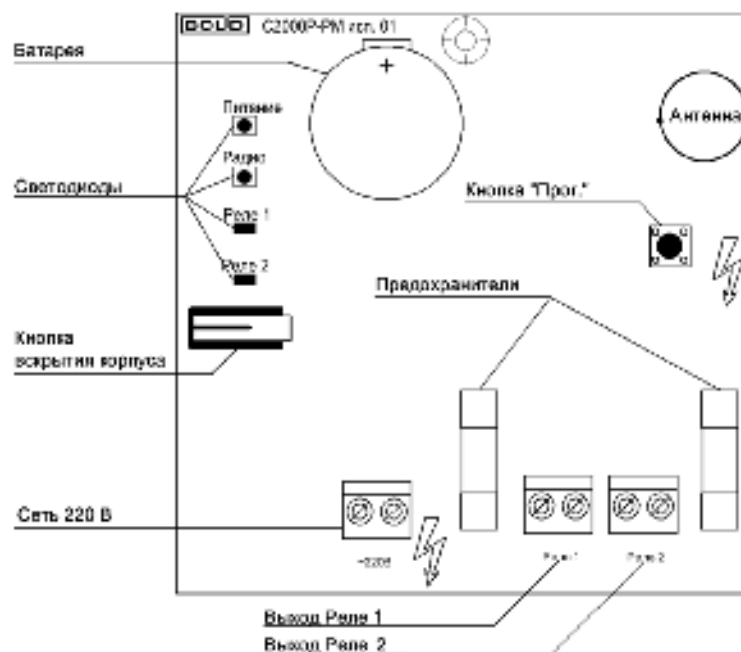

Рисунок 2.2 Расположение элементов на плате
- Нажать кнопку «Прог.» на плате модуля (см. Рисунок 2.2) на время более 3 секунд.
Тест качества связи запускается посредством короткого нажатия на кнопку «Прог.» на плате прибора (см. Рисунок 2.2). Запуск процедуры может занимать до 2 секунд, при этом прибор осуществляет анализ радиоэфира и регистрацию на оптимальном ПКП или ретрансляторе.